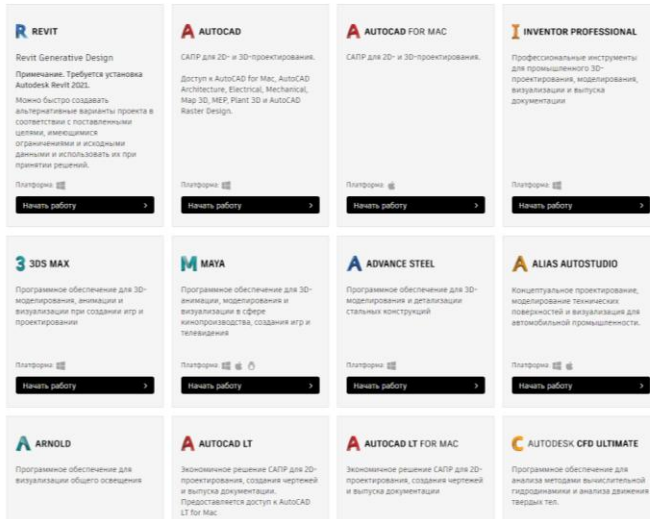

Рис. 1.2. Перелік програм доступних для встановлення
3. В новій вкладці знаходимо програму *Maya* (рис. 1.2) та натискаємо «*Начать роботу*». Підтверджуємо використання зареєстрованого акаунта з використанням свого імені та електронної пошти студента. Зауваження. Вигляд вкладок та перелік доступних програм може змінюватися, тому у разі